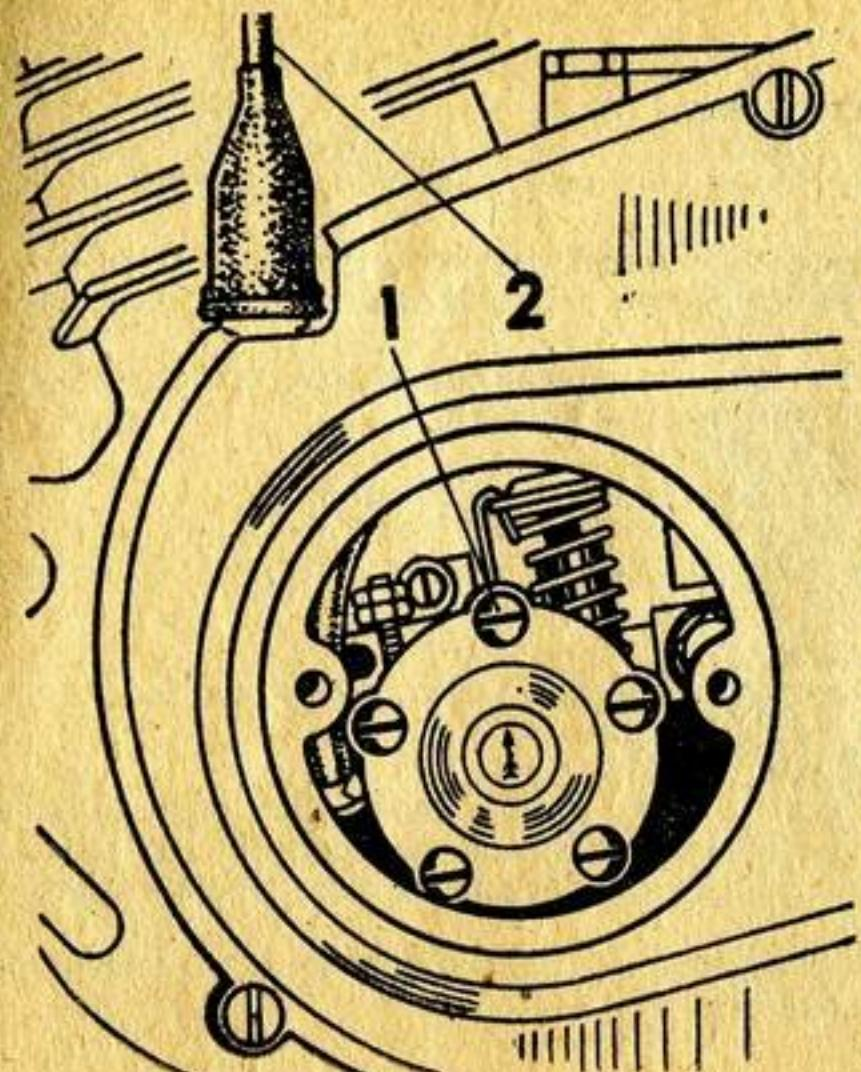

Рис. 8. Масляный насос
Система смазки состоит из масляного бака, расположенного в левом инструментальном ящике насоса (рис. 8); имеющего привод непосредственно от коленчатого вала и обеспечивающего непрерывную подачу масла во впускную систему двигателя; дозирующего устройства, вмонтированного в корпус насоса и приводимого в действие тросом, блокированным с тросом управления карбюратором; нагнетательного клапана с датчиком давления, установленным на картере между цилиндром и карбюратором (рис. 18), и сигнальной лампы красного цвета, вынесенной на корпус фары. Перед началом эксплуатации и перед каждым выездом необходимо проверить, заполнены ли маслопроводы маслом (наличие воздушных пузырей в масле не допускается), достаточен ли уровень масла в масляном баке. Затем произвести контрольный пуск двигателя и по сигнальной лампе проверить работу системы.
- опустить до упора шток дозатора, вытянув вверх трос 2 (рис. 8);